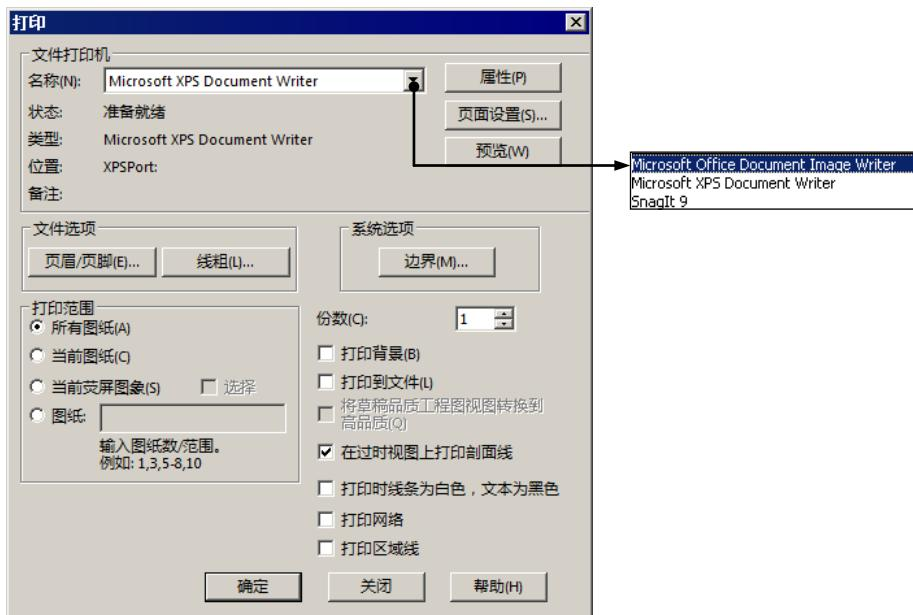

图 9.9.1 “打印”对话框
- Step2. 选择命令。选择下拉菜单 **文件(F)** → **打印(P)...** 命令，系统弹出如图 9.9.1 所示的“打印”对话框。